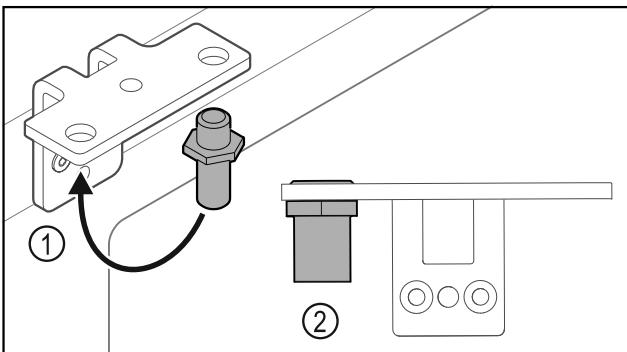

Fig. 37
- Μεταφέρετε τον πείρο Fig. 37 (1) στη γωνία μεντεσέ.
► Σφίξτε τον πείρο Fig. 37 (2) με ροπή 12 Nm.